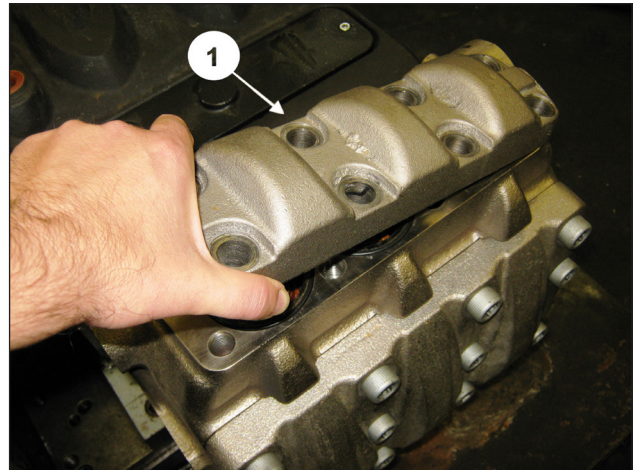
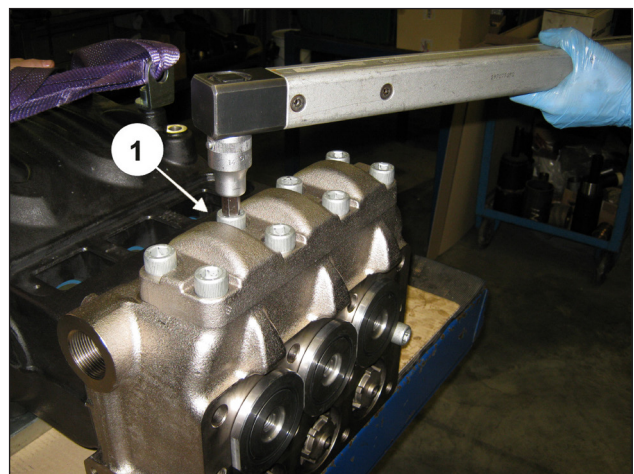

Abb. 147
Abb. 148
Bringen Sie nach Montage der Druckventilgruppen den Druckventildeckel an (Pos. ①, Abb. 147) und drehen Sie die 8 Schrauben M16x45 fest (Pos. ①, Abb. 148), wie in Kapitel 3 EICHWERTE FÜR DEN SCHRAUBENANZUG gezeigt.